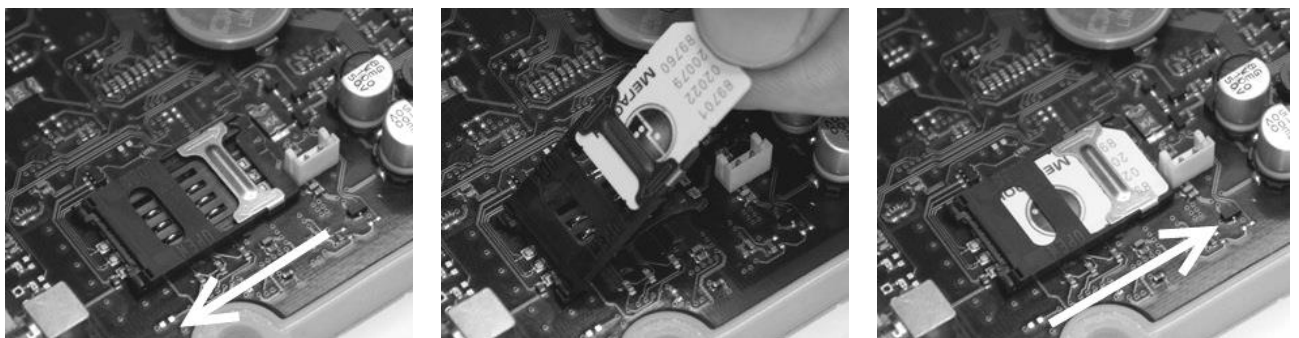

Рисунок 4.2. Установка SIM-карты
4. Вставьте SIM-карту в держатель, удерживая ее за срезанный край (рисунок 4.2).